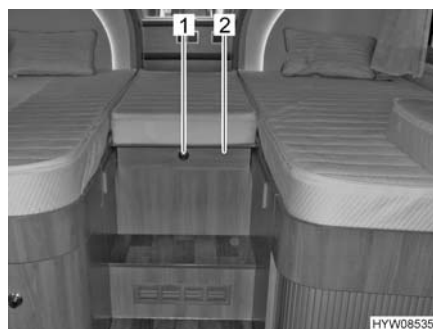

Fig. 74 Letto singolo (coda)
- Premere il bottone automatico (Fig. 74,1) e aprire il diaframma (Fig. 74,2).